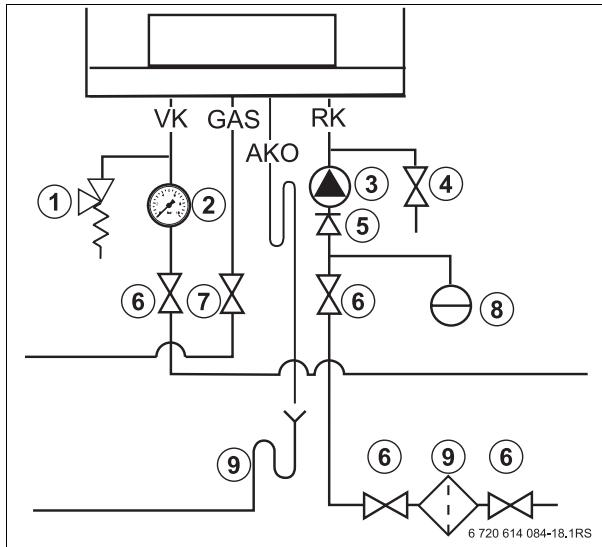

Fig. 13 Racorduri în partea de apă și partea de gaz
- ▶ Montați pompa (→ fig. 13, [3]) în return.
- ▶ Pentru lucrările de întreținere și de reparații ale aparatului montați în return un robinet de service (→ fig. 13, [6], pagina 22). Folosiți robinete de service cu un diametru minim de $1\frac{1}{2}$ ".
- i** Pentru protecția întregii instalații de încălzire vă recomandăm să montați un filtru de impurități în conductă de return (→ fig. 13, [9], pagina 22). La racordarea aparatului la o instalație de încălzire montată cu mult timp înainte este necesară
- ▶ Montarea unui robinet de service înainte și după filtrul de impurități (→ fig. 13, [6], pagina 22).